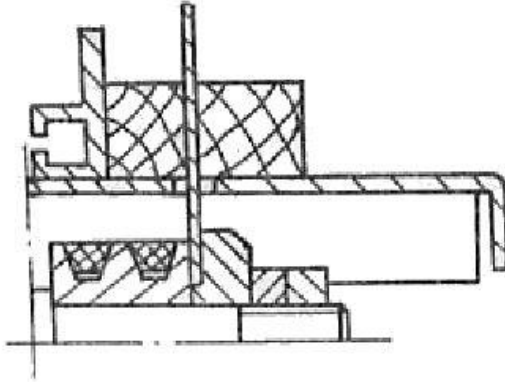

**рис. 5**
3. Перед включенням механізму запобіжник фрезерного шпинделя 10 повинен бути піднятий і зафіксований, а (див. Рис. 5)
- Див. рис. 5. Ослабте болт ножа 3, вставте привід гвинта в отвір 12, витягніть різець 2, потім підтягніть болт 3, встановіть площинний вказівник в середню частину ріжучої кромки заднього столу 1. Поверніть різець 5, та лезо 2 переміститься в різець 5. З'єднайте лезо 2 с площинною напрямною та утримуйте лезо 2 над столом на такій же висоті. Спочатку прикріпіть серединний болт, потім 2 крайніх болта.
Вимкніть верстат та від'єднайте його від мережі, демонтуйте пилу, ослабте фіксуючий стрижень та витягніть стіл для розпилювання (див. рис. 5). Для блокування стрижня, вставте привід гвинта в отвір 12 стрижня ножа 5, за допомогою гайкового ключа вигвинтіть, намагаючись не пошкодити виступ пластини. Зніміть борт пили, почистіть його та лезо пили з метою встановлення між ними достатнього контакту, потім з'єднайте їх за допомогою стрижня та зафіксуйте подвійною різьбою. Потім встановіть лезо пили під кожухом, в той самий час тримаючи стіл для розпилювання на 0,5~1° мм вище заднього столу.
Підготування: Встановіть та від'єднайте верстат від мережі. Див. рис. 5. Ослабте та витягніть фіксуючий затвор 7, поверніть кришку переднього стола 6, витягніть встановлювальний штифт 13 (рис. 3), поверніть чохол ножа 10 вгору, замініть встановлювальний штифт 13. Зніміть розпилювальний стіл, встановіть лезо пили на краю стрижня, встановіть стіл для видовбування пазів на підставку, розташуйте стіл на висоті деталі, розташуйте центральну лінію деталі та кут ножа верстату на одному горизонтальному рівні та зафіксуйте стіл. Відрегулюйте встановлювальну плиту таким чином, щоб дві базові вертикальні площини деталі щільно з'єднувались зі столом.